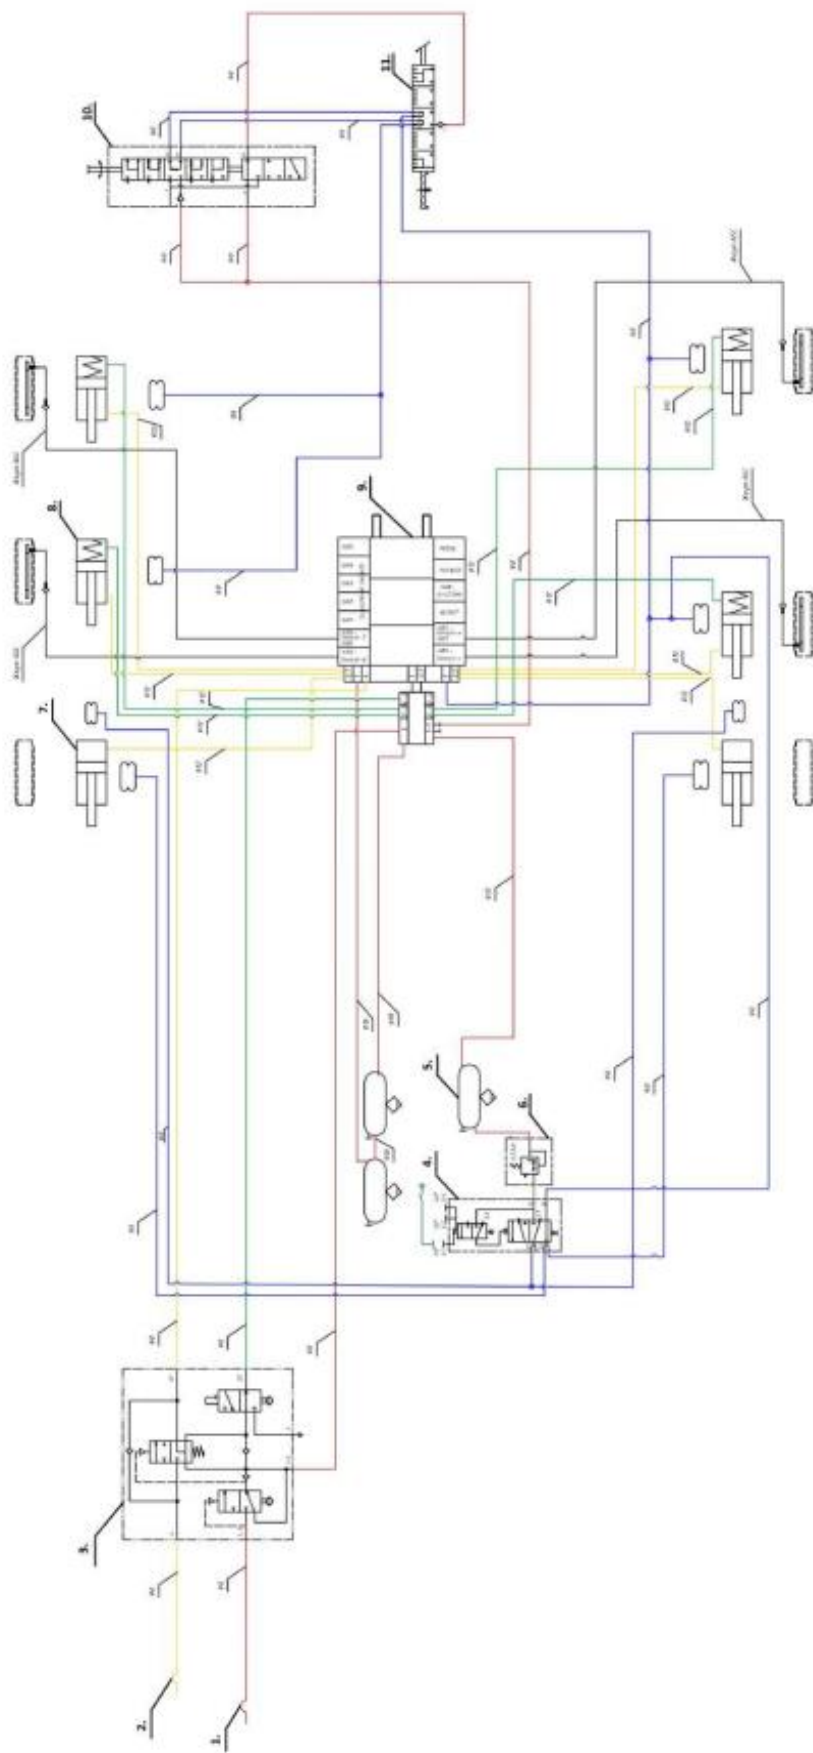

Рис. 1.14 – Тормозная камера с энергоаккумулятором
Перемещение диафрагмы при торможении определяется величиной зазора между колодками и тормозным барабаном (диском) и будет тем больше, чем больше этот зазор. Для крепления тормозных камер к кронштейнам к их корпусам приварены болты (6). Тормозная камера с пружинным энергоаккумулятором (18) (рис. 1.14) предназначена для приведения в действие тормозных механизмов второй и третьей осей (для типа 928010) или второй, третьей и четвертой осей (для типов 928111) при включении рабочего и стояночного тормозов. Состоит из двух основных частей - силовой части (тормозной камеры) и пружинного энергоаккумулятора. Силовая часть работает независимо от пружинного энергоаккумулятора. Пружинный энергоаккумулятор состоит из шарика (1), втулки (2), ключа для растормаживания (3), колпачка (4), пружины энергоаккумулятора (5), диафрагмы (6), штока энергоаккумулятора (7), штока силовой части (8).